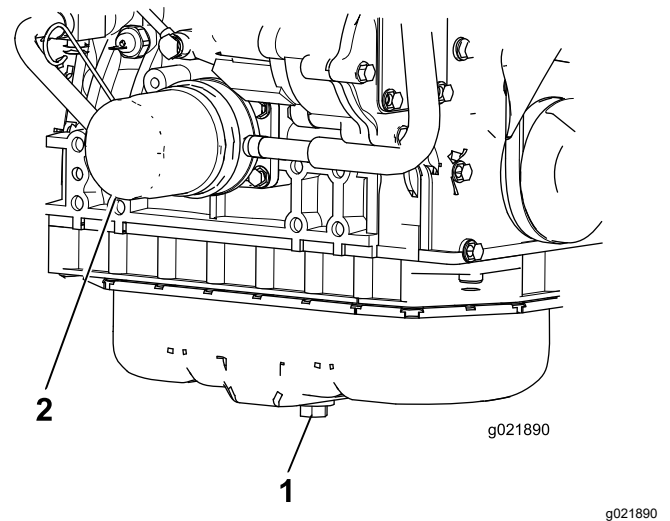

Bild 73
1. Entfernen Sie die Ablassschraube (**Bild 73**) und lassen Sie das Öl in die Auffangwanne ab. Schrauben Sie die Ablassschraube wieder ein, nachdem das Öl abgelassen ist.
2. Entfernen Sie den Ölfilter (**Bild 73**). Ölen Sie die neue Dichtung am Ölfilter leicht mit frischem Öl ein, bevor Sie den Filter eindrehen. **Ziehen Sie nicht zu fest.**